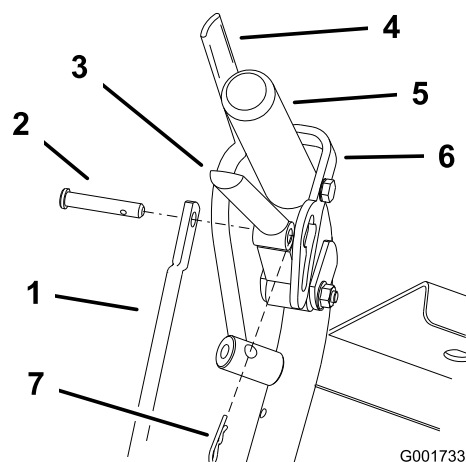

Figura 22
1. Retire los pasadores y los pasadores de seguridad de las palancas de avance y los cierres de bloqueo de punto muerto (Figura 22).
6. Instale el pasador de horquilla entre las palancas de avance y los cierres de bloqueo de punto muerto e introdúzcalo en los pasadores de seguridad (Figura 22).